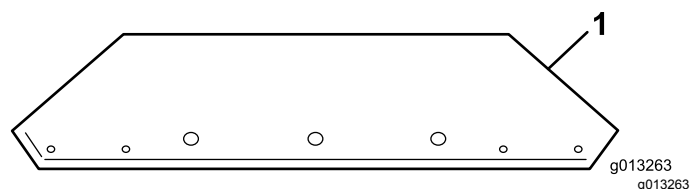
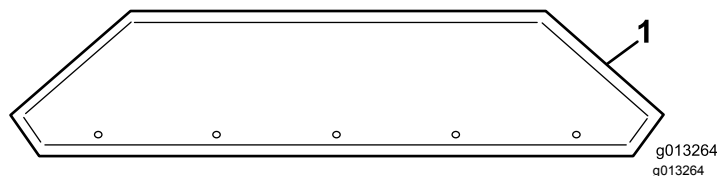

Figure 10
Figure 11
1. Sortez les extensions de la trémie de la caisse d'expédition et identifiez l'avant et l'arrière (Figure 10 et Figure 11).